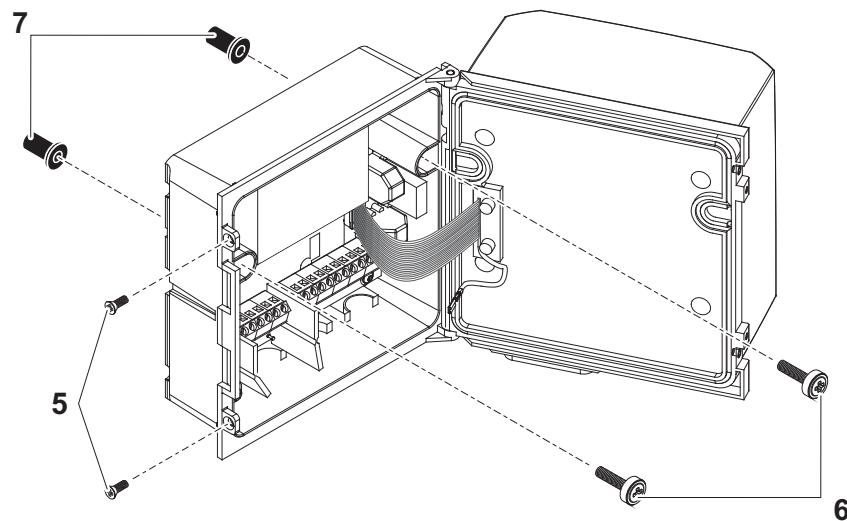

figure 3-19 Montage du toit de protection : Pré-montage des écrous borgnes ISO
- 2 Retirer les deux vis à tête fraisée (pos. 5 figure 3-19) et ouvrir le couvercle.
- 3 Introduire les vis cylindriques (pos. 6 sur figure 3-19) avec rondelles en plastique dans les alésages de montage et visser les écrous borgnes ISO (pos. 7) sans serrer.
- 4 Poser le transmetteur universel sur le toit de protection et le visser avec les deux vis (pos. 6 figure 3-19).
- 5 Fermer le couvercle et le fixer avec les deux vis à tête fraisée (pos. 5 figure 3-19).